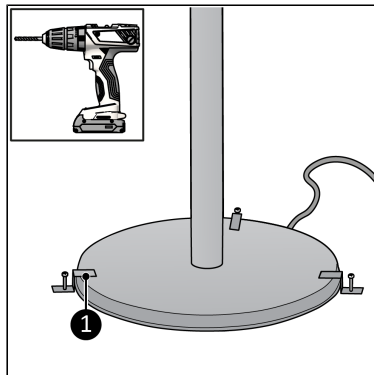

Abbildung 39.
3. Platzieren Sie die drei Befestigungsbügel (Abbildung 39, Pos. 1) auf dem Sockel und über dem Loch.